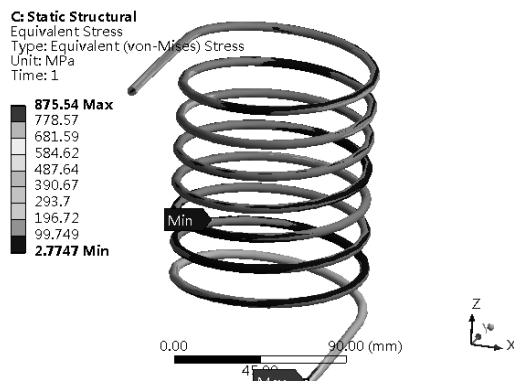

图 19-122 应力分布云图
Step2：应力云图。用同样方式可以得到应力分布云图，如图 19-122 所示。